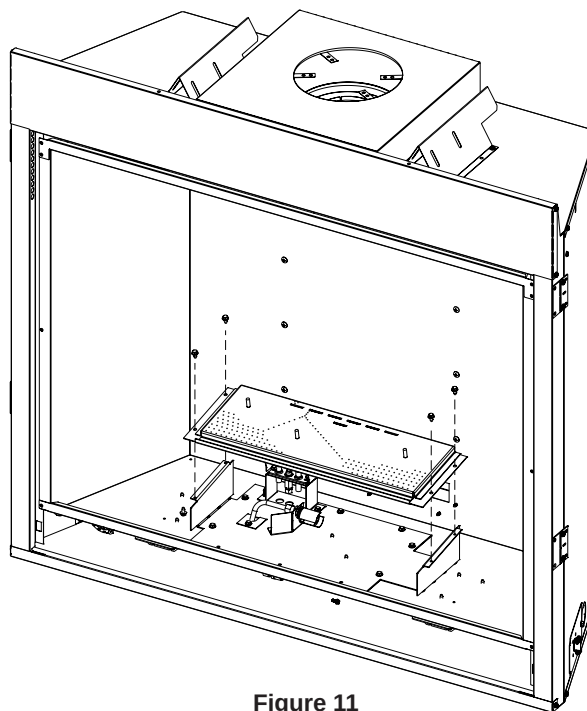

Figure 11
7. Déposer les quatre vis de fixation du brûleur et le glisser sur la droite pour le soulever. Conserver le brûleur et les vis pour le remontage. **Voir Figure 11.**
15. Réinstaller le brûleur et les quatre vis déposées à l'étape 7. **Voir Figure 11.**